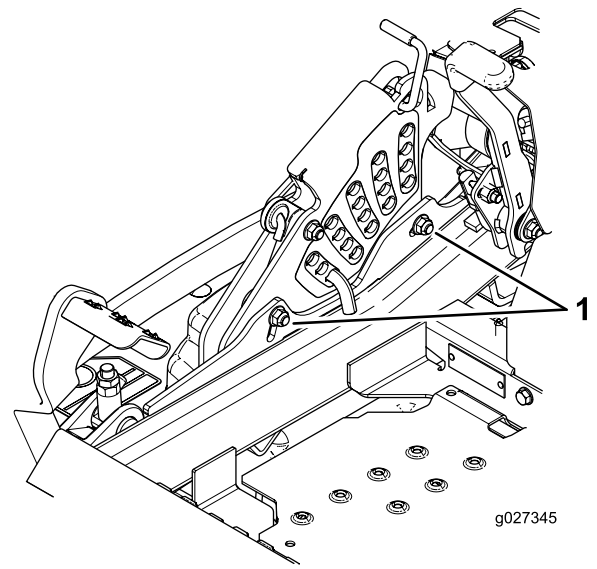

Bild 109
11. Zum Einstellen der zentralen Einstellung lösen Sie die zwei Schrauben unten an der Schnitthöhenplatte (Bild 109).
13. Ziehen Sie die zwei Schrauben unten an der Schnitthöhenplatte an (Bild 109).